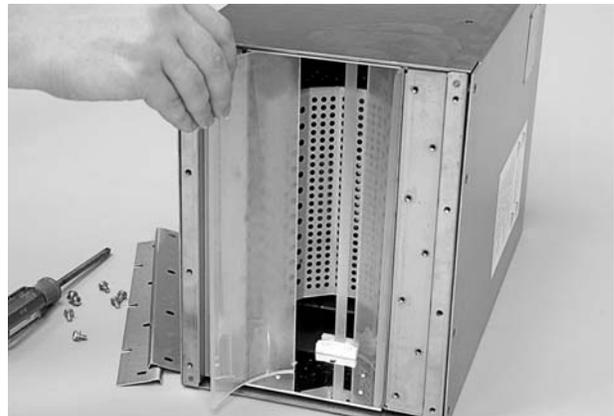

Figure 4-4 Remplacement des réflecteurs
6. Voir la figure 4-4. Coulisser prudemment les deux réflecteurs hors de la base du logement de lampe.